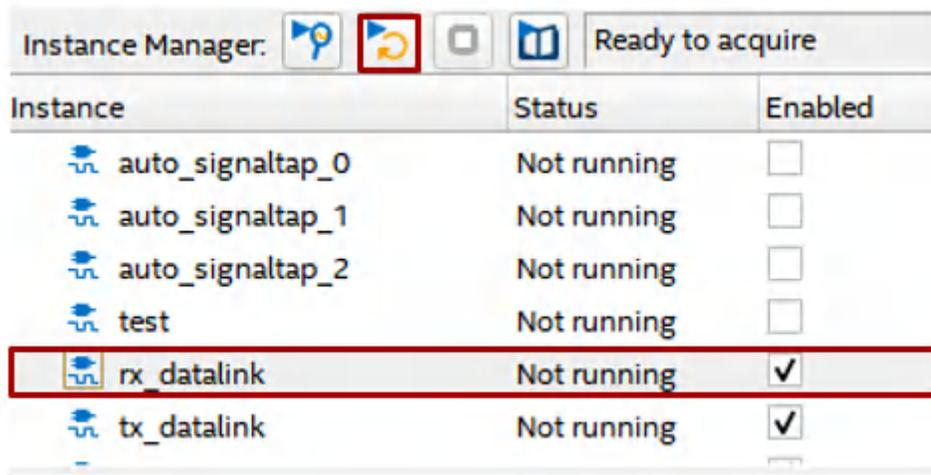

图 2-15. SignalTap 中的 rx_datalink
5. 确保“rx_datalink”是选定的选项卡和行；单击框中的图标（如 图 2-15 中所示）开始运行数据采集。